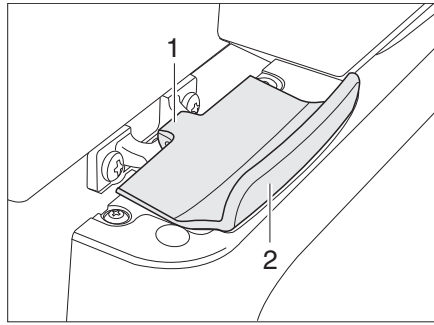

Bild 252 Verriegelung der Kühlschranktür, geschlossen (Thetford)
**Öffnen:** ■ Kühlschranktür am Griff (Bild 252,2) öffnen. Die Verriegelung (Bild 252,1) wird automatisch gelöst.